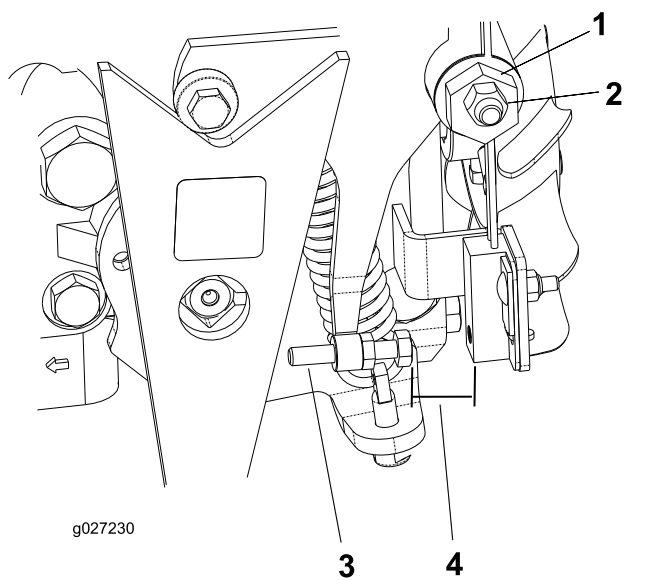

Figura 34
4. Desaperte a porca de bloqueio no excêntrico de tração (Figura 34).
- Ligue o motor e rode o excêntrico sextavado (Figura 34) em ambas as direções para determinar a posição intermédia do ponto morto.
- Ajuste o parafuso até a folga de ar ser de 0,8 a 2,3 mm; consulte Figura 34.